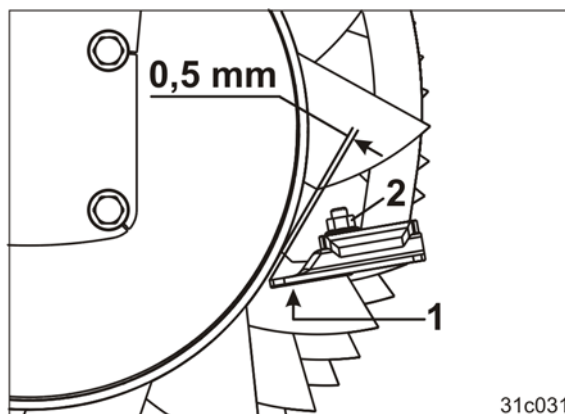

Fig. 168
4. Løsne skruen (Fig. 168/2).
5. Skru på avstrykeren (Fig. 168/1) med en avstand til trommelrøret på 0,5 mm.